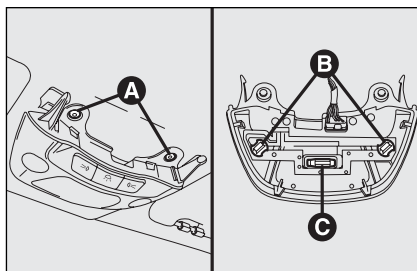

fig. 45
- ☐ afloje los 3 tornillos de fijación **A-fig. 45**, luego gire hacia la izquierda los 2 portalámparas **B**, saque las lámparas y sustitúyalas. Para cambiar la lámpara **C**, sepárela de los contactos laterales asegurándose de que la lámpara nueva haya quedado bloqueada correctamente entre los mismos contactos.